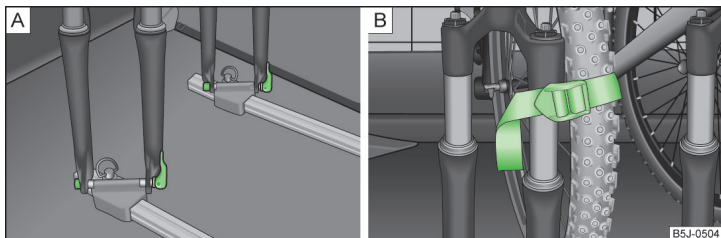

Abb. 75 Fahrrad einsetzen / Befestigungsbeispiel des Vorderrads
- › Die Fahrradgabel auf die Befestigungsachse aufsetzen und mit dem Schnellspanner festziehen » Abb. 75 - [A].
- › Das abgebaute Vorderrad am besten zwischen der Kurbel des linken Pedals und dem Fahrradrahmen verstauen und mit einem Gurt an der Vordergabel » Abb. 75 - [B] bzw. an einem der Befestigungselemente befestigen.